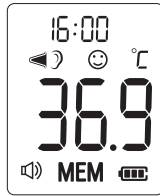

Figure 13
2. Le thermomètre mémorise automatiquement les 30 derniers relevés de température. Chaque enregistrement mémorise également la date/heure de la mesure ainsi que l'icône du mode. Chaque fois que vous appuyez sur le Bouton , l'écran affiche les relevés précédents numérotés de 1 à 30. Le chiffre 1 correspond au relevé le plus récent, tandis que le chiffre 30 indique le relevé le plus ancien stocké en mémoire (voir Figure 13)